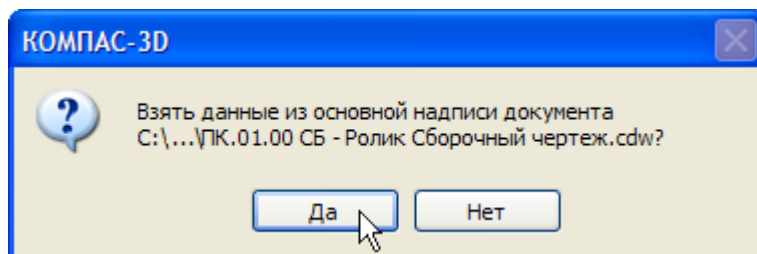

Рисунок 11.
- В ответ на запрос системы относительно копирования данных из штампа чертежа нажмите кнопку Да (рис. 11).